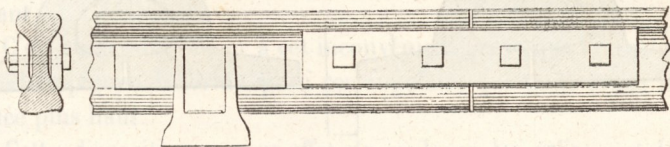

Fig. 159.
**Éclisses.** — Malgré tous les soins apportés dans la fabrication des rails et des coussinets, et dans le sabotage des traverses, les joints des rails sont sujets à se déranger et surtout à se désaffleurer dans le sens horizontal. Il en résulte des chocs au passage des joints, chocs aussi préjudiciables à la conservation du matériel que désagréables aux voyageurs. Pour éviter ces chocs, on a été conduit, sur quelques chemins anglais et allemands, à placer quatre traverses sous chaque rail, les deux extrêmes n'étant écartées des deux bouts du rail que de 0m,30 à 0m,40. Les joints sont alors formés par deux platines ou *éclisses* en fer (fig. 159) pla-